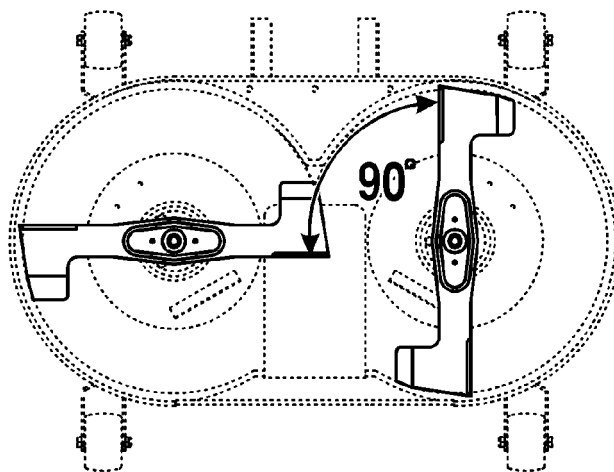

Figure 40
2. Orienter les lames à  $90^\circ$  l'une par rapport à l'autre (Fig. 40).